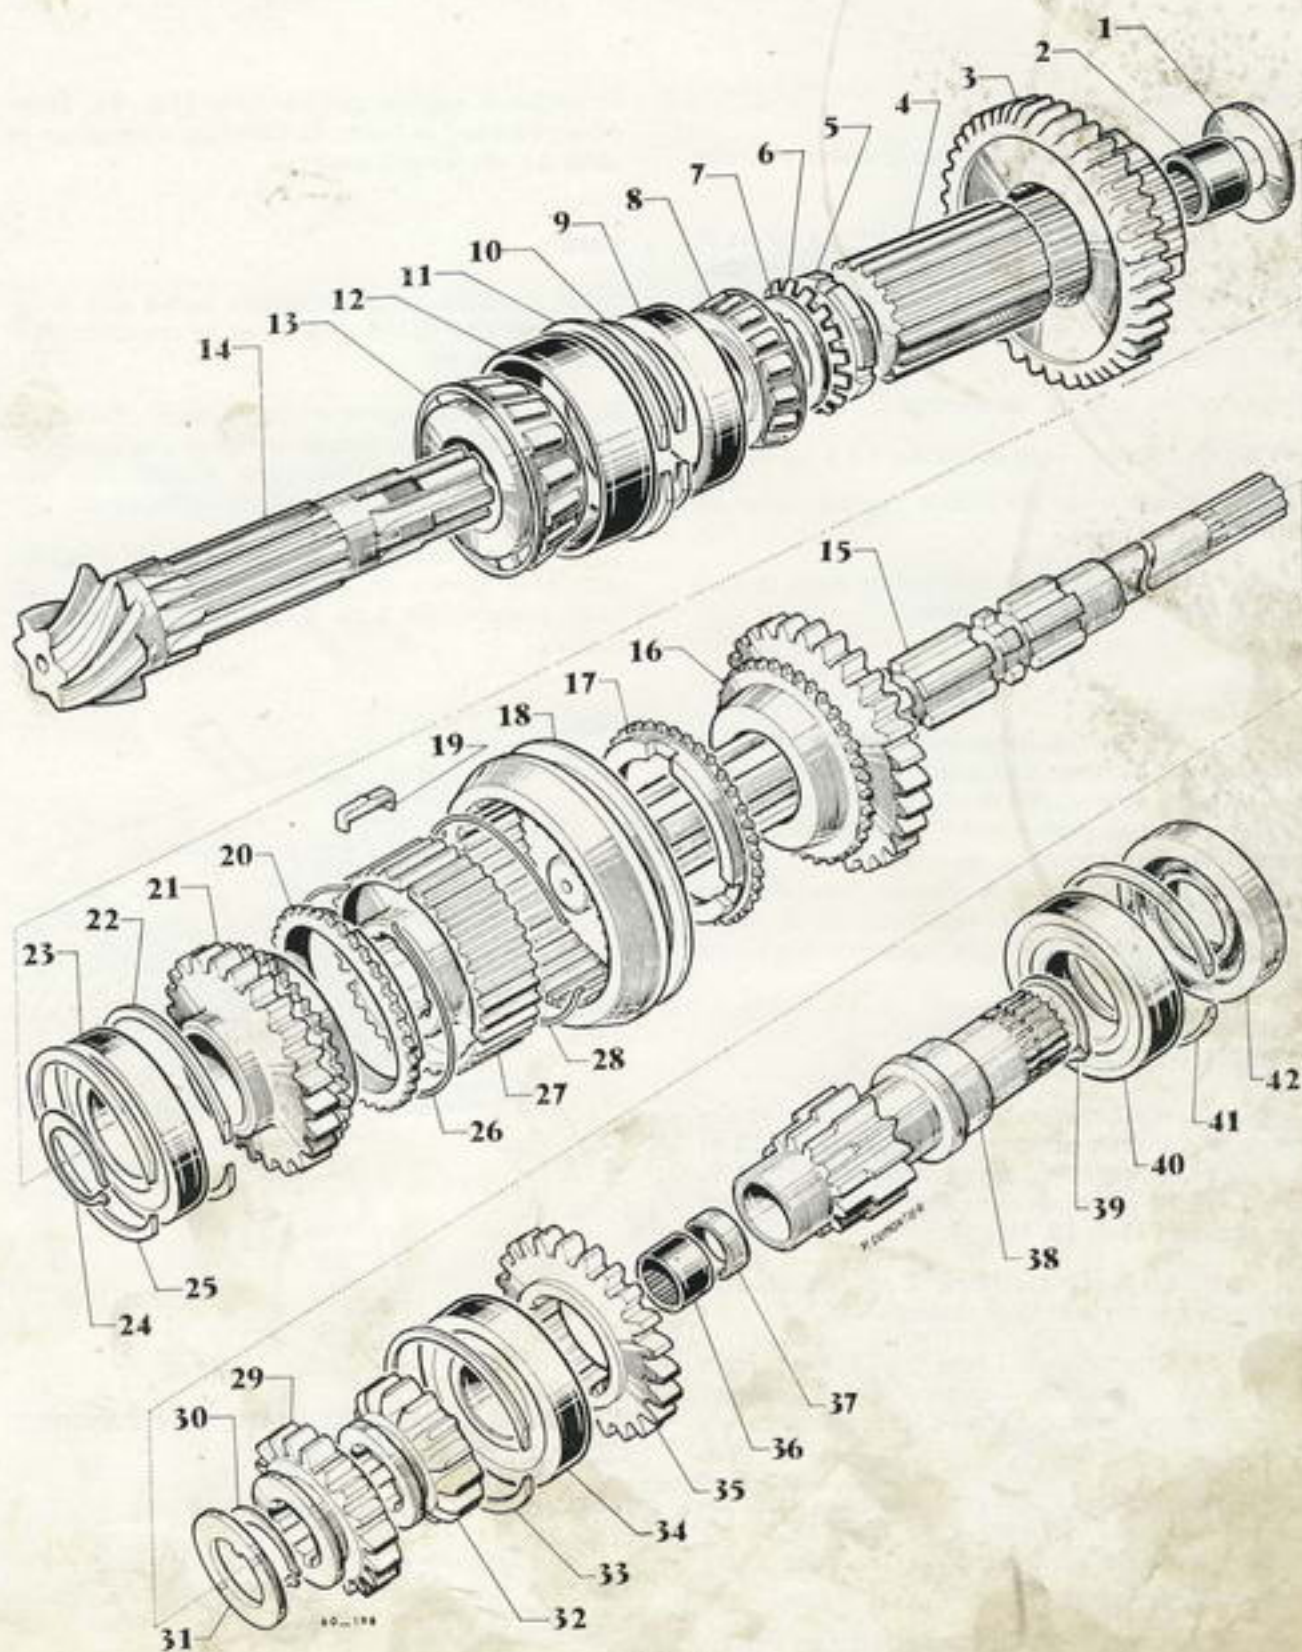
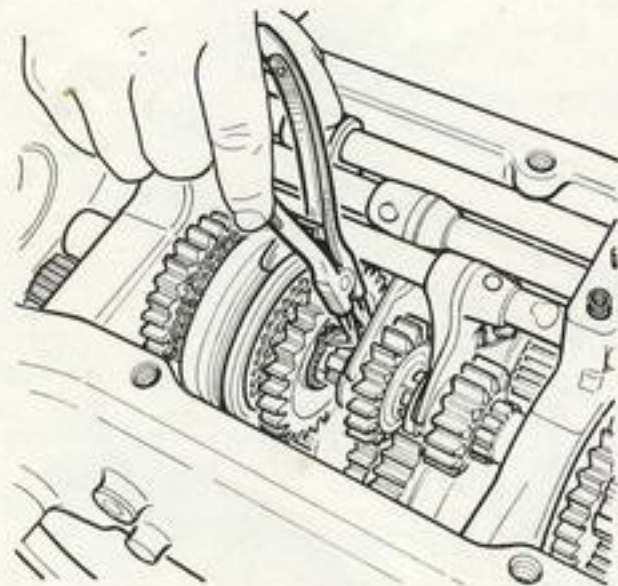

Fig. 8
Fig. 13
Le pignon d'attaque est monté sur deux roulements à rouleaux coniques en opposition (13 et 8. Fig. 8) les cages de ces roulements (12 et 9. Fig. 8) étant retenues dans leurs logements par des circlips (11 et 10. Fig. 8).
Un écrou à créneaux (5. Fig. 8) avec frein (6. Fig. 8) et rondelle d'appui 7. Fig. 8) permet le réglage de la précharge des roulements au montage.
Il est possible qu'une rondelle butée soit trouvée entre l'écrou (5. Fig. 8) et le manchon cannelé (4. Fig. 8).
PIGNON BALADEUR ET MANCHON CANNELE DE REDUCTEUR (3 et 4. Fig. 8)
- Récupérer la rondelle butée (1. Fig. 8).
ARBRE PRIMAIRE DE PRISE DE FORCE (38. Fig. 8)
- Extraire la bague d'étanchéité (42. Fig. 8) pour avoir accès au circlips (41. Fig. 8). Cette bague sera à changer.
- Sortir l'arbre avec son roulement (40. Fig. 8) et laisser le pignon (35. Fig. 8) et le roulement (34. Fig. 8) sur l'arbre primaire véhicule. Ils seront récupérés lors du démontage de celui-ci.
En cas de fuite d'huile par l'arbre d'embrayage noter que deux bagues assurent l'étanchéité : l'une (42. Fig. 8) pour l'arbre de prise de force; l'autre (37. Fig. 8) logée derrière la douille à aiguilles dans l'arbre primaire de prise de force.
— Dégager de sa gorge le circlips (30. Fig. 8) placé entre le synchro et le baladeur de 2^e (fig. 13).
— Ce circlips sera à glisser le long de l'arbre en lui faisant franchir les différentes gorges de celui-ci, suivi de la rondelle à ergot (31. Fig. 8) au fur et à mesure du retrait de l'arbre.
— Recueillir dans l'ordre, le pignon de commande de pompe (35. Fig. 8), le roulement (34. Fig. 8), les baladeurs (32 et 29. Fig. 8), le circlips (30. Fig. 8), la rondelle à ergot (31. Fig. 8) l'ensemble synchro (16-17-18-27-20-21. Fig. 8).
— L'arbre peut être retiré par l'avant à condition d'avoir dégagé le circlips (24. Fig. 8).